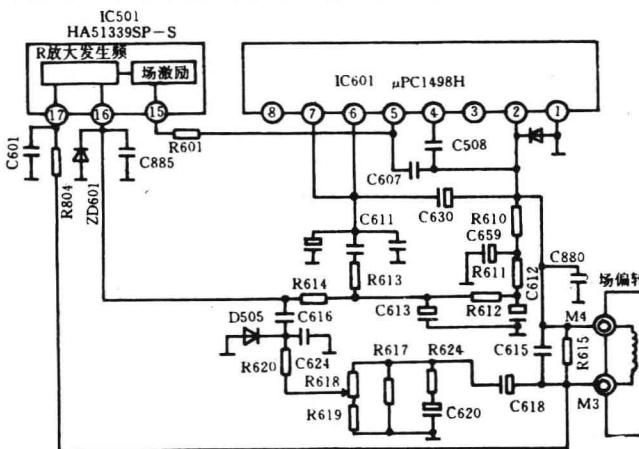

图 1 日立 CMT2518 彩电场扫描电路原理图
**故障检修:** 打开机盖, 检查所怀疑部位的各元件, 未发现有异常; 测量场输出集成电路 IC 601 的各脚电压见表 1 所示。从实测的电压值来看,  $\mu$ PC1489H 的⑥脚电源输入端电压为 25 V, 正常, 说明本机电源电路、行扫描部分均正常, 但其余各脚电压均异常, 特别是信号输入端⑤脚电压, 正常值应为 0.9 V 左右, 而实测为 2.8 V, 有明显的差别。输出端②脚电压正常值应为 14.9 V 左右, 而实测接近于 0 V, 说明场扫描电路没有信号输出。由此判断故障在场扫描电路(见图 1)。